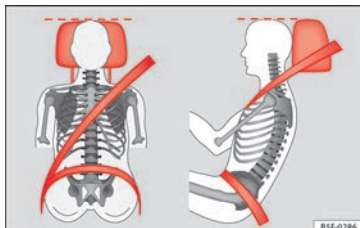

Fig. 86 Appuie-tête correctement réglé, vu de face et latéralement.
- Réglez l'appuie-tête de telle manière que son bord supérieur soit dans la mesure du possible à la même hauteur que la partie supérieure de votre tête, et au moins à la hauteur des yeux » » **fig. 86.**